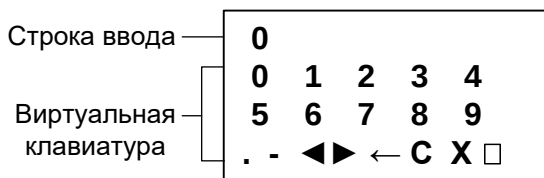

Рисунок 2.8 – Окно ввода
2.5.6.3 Задание значений в окне ввода осуществляется с помощью кнопок клавиатуры УР-31 и виртуальной клавиатуры на индикаторе УР-31 (рисунок 2.8).